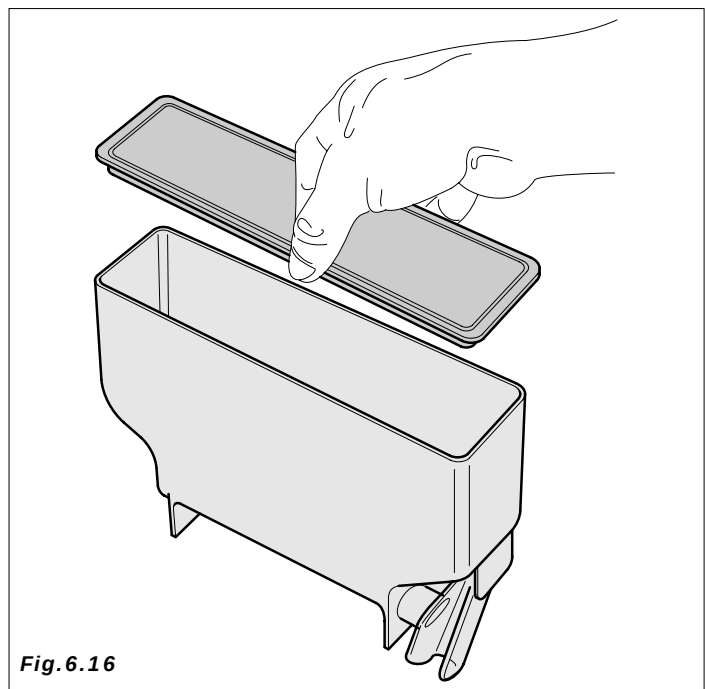

Fig.6.16
- desmontar las tapas y rampas de producto (Fig.6.16). Sumergir todo en la solución anteriormente preparada